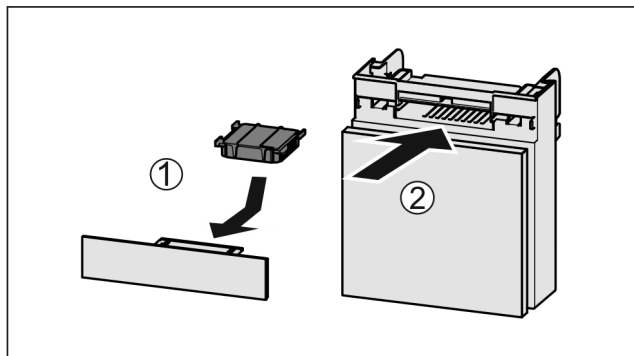

Fig. 84
- Aktivkohlefilter nach Abbildung einsetzen Fig. 84 (1).
- Fach einschieben Fig. 84 (2).